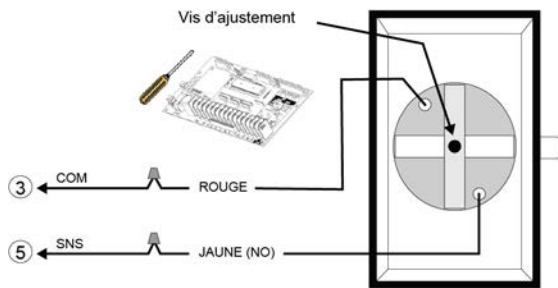
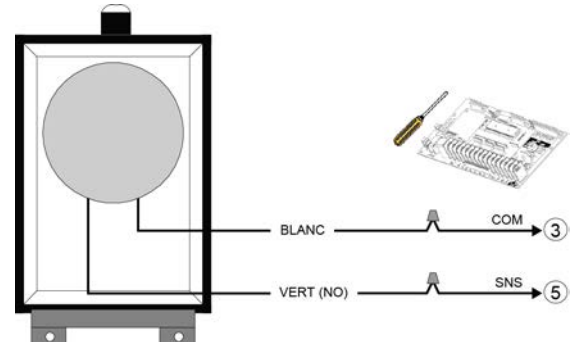

Figure 28 - AIRSWITCH 001 / 007
Figure 29 - AIRSWITCH 009 / 018
3. Utiliser un ré-enrouleur de câble pour brancher le commutateur à air aux terminaux de l'opérateur. Effectuer le branchement électrique tel qu'indiqué aux Figure 28 ou Figure 29.